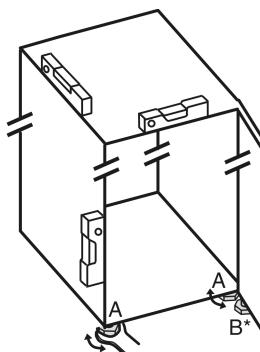

Fig. 5
- Nastavljive noge Fig. 5 (A) odvijajte s priloženim ključem z odprtим koncem in vodilom, dokler naprava ni trdno poravnana in vodoravna.
- Nastavljivo nogo Fig. 5 (B) na ležajnem podstavku spodaj odvijajte s priloženim ključem z odprtим koncem, dokler ne stoji trdno na tleh.
- Nastavljive noge Fig. 5 (B) obrnите za 90°.